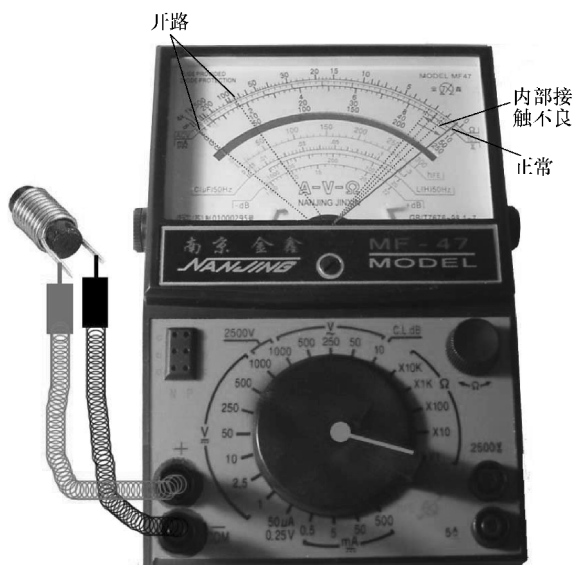

图 4-39 电感的检测
① 如图 4-39 所示,首先将指针式万用表调到欧姆挡的 $R \times 1$ 挡,然后将万用表黑、红两表笔分别与电感的两引脚相接(测量电感的两端的正、反向电阻值),正常时指针应有一定的电阻值(即应接近 0Ω)指示,如果指针不动,说明该电感内部断路;如果指针指示不稳定,说明电感内部接触不良;如果指针阻值很大或为无穷大,则表明该电感已开路。对于具有金属外壳的电感,如果检测得振荡线圈的外壳(屏蔽罩)与各引脚之间的阻值不是无穷大,而是有一定电阻值或为零,则说明该电感存在问题。